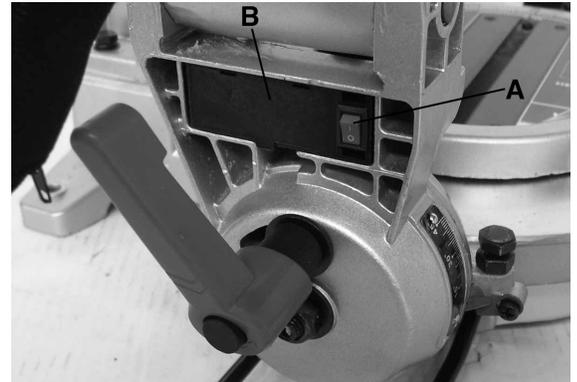

FIGURE 15
3. Avant de cramponner la pièce en position avec l'étau verticale, allumez le système de guide à laser avec l'interrupteur (A) Fig.15 et alignez la ligne de coupe avec le rayon du guide à laser.
1. Ouvrez le couvercle des batteries (B) Fig.15.